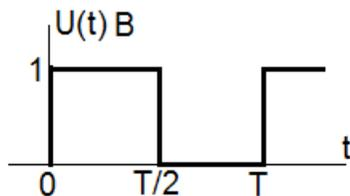

Рис. 44
4. В программе MicroCAP подключите к цепи импульсный источник напряжения и задайте последовательность прямоугольных импульсов, показанную на рис. 44.
5. В программе MicroCAP рассмотрите временные диаграммы выходного напряжения при входном сигнале, показанном на рис. 44, для различных значений периода повторения $T = 5 \text{ мкс}$ и $T = 50 \text{ мкс}$. Сравните их между собой, сделайте выводы.
6. В программе MicroCAP при входном напряжении вида рис. 44 и $T = 10 \text{ мкс}$ получите спектры амплитуд входного и выходного сигналов, представьте в отчете их графики. Определите амплитуды первой и третьей гармоник входного $U_{ВХ1}, U_{ВХ3}$ и выходного $U_{ВЫХ1}, U_{ВЫХ3}$ напряжений, занесите их в табл. 28.